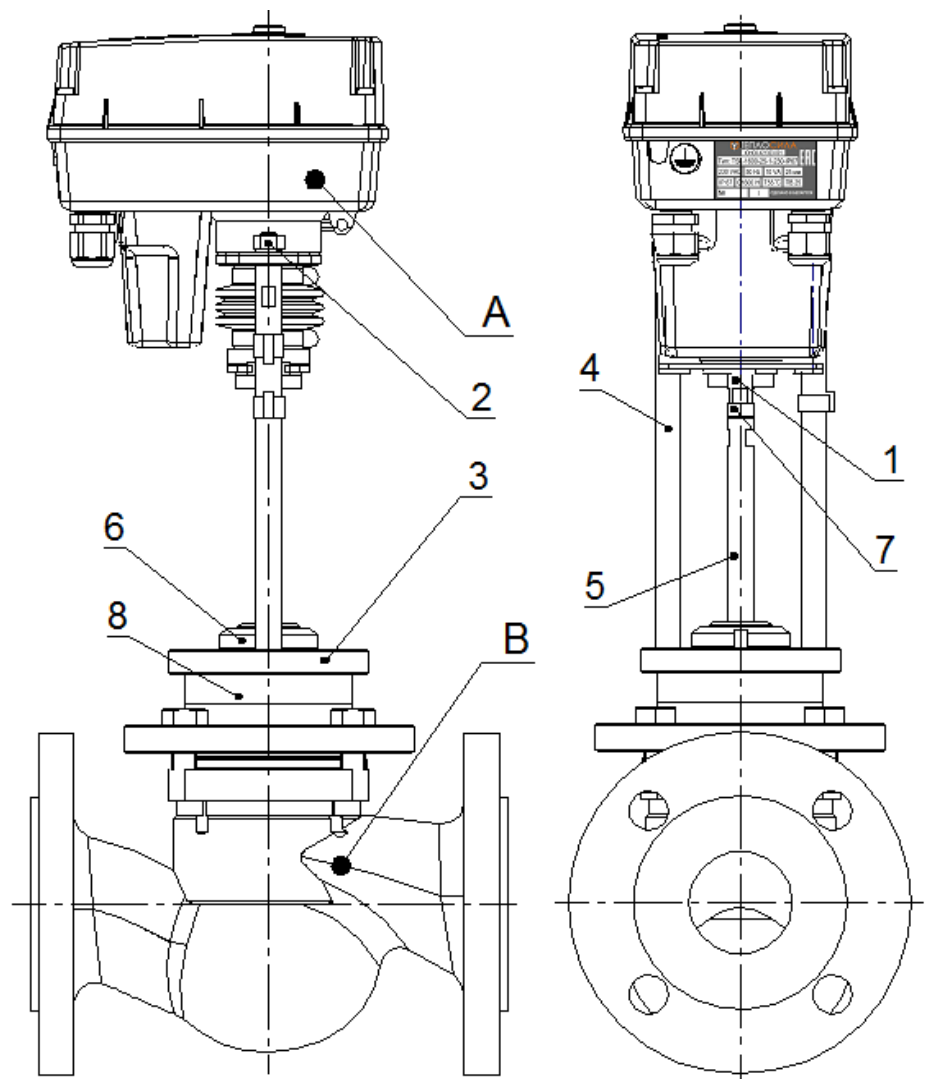

Рисунок 4. Механическое присоединение во фланцевом исполнении
3.1.2 Механическое присоединение во фланцевом исполнении (рисунок 4)